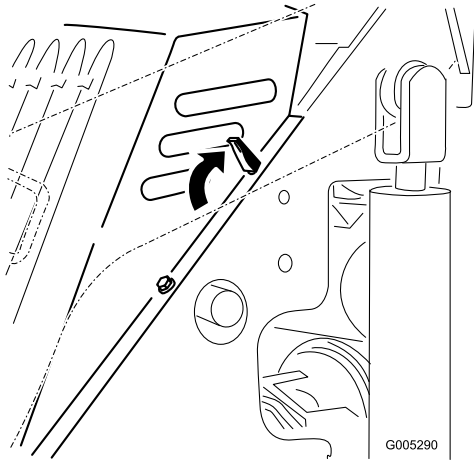

Figure 18
4. Desserrez les 4 languettes de blocage (Figure 18).
1. Placez le capot par-dessus le cadre de la machine en engageant les tenons de fixation du capot dans les trous du cadre (Figure 18).
2. Fixez le capot en abaissant les languettes de blocage vers l'avant (Figure 18).